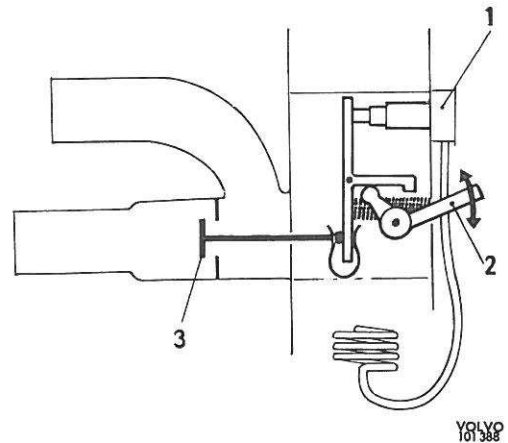

Figure 21. Description schématique du fonctionnement de la valve de contrôle
La valve de contrôle de la température est l'un des éléments essentiels du système de chauffage-climatisation. Il a pour fonction de régler le débit d'eau de refroidissement chauffé dans le moteur vers le système cellulaire du radiateur de chauffage. Ce débit peut être réglé de deux manières : soit manuellement par la manette de réglage de la température, soit automatiquement par le thermostat. Le principe de construction de la valve de contrôle de la température est illustré sur la figure 21.
Lorsqu'on déplace en bas la manette de réglage de la température (levier sur la figure 21 retiré en haut), la valve (3), s'ouvre et l'alimentation en eau de refroidissement au radiateur du climatiseur commence. L'air qui traverse ce radiateur est alors réchauffé par cette eau et est refoulé ensuite dans la partie inférieure du climatiseur où se trouvent les volets de réglage et la sonde du thermostat. Lorsque la température de ce courant d'air atteint une certaine valeur déterminée, le fluide contenu dans la sonde du thermostat commence à s'évaporer. Ceci produit une tension de vapeur qui fait